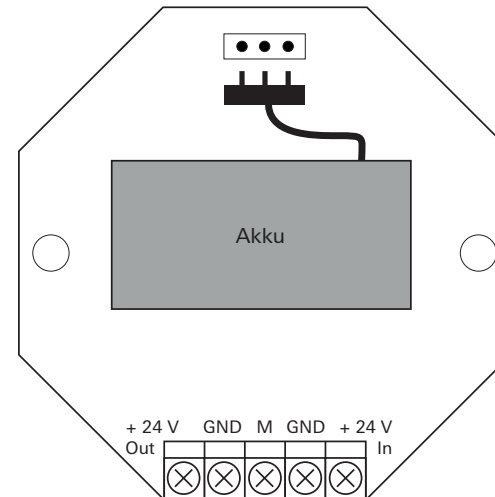

Abb. 1: Anschlüsse
1. Eingangsspannung + 24 V In anschließen (siehe Abb. 1).
2. Akku mit der USV-Platine verbinden (siehe Abb. 1).
3. Systemgeräte an die Anschlussklemme + 24 V Out anschließen (siehe Abb. 1).
4. Bei Bedarf Melder-Kontakt (M) verdrahten (siehe Abb. 1).